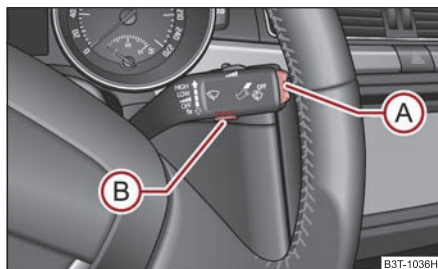

Abb. 27 Informationsdisplay: Bedienelemente am Scheibenwischerhebel
- **MAIN MENU (HAUPTMENÜ)** aktivieren Sie durch Drücken der Wipptaste **(A)** ⇒ Abb. 27 länger als 1 Sekunde.